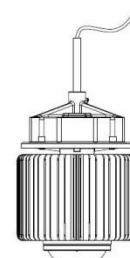

Fig 2
PENDANT MOUNT (Fig 2)
5. Installer une prise adaptée sur l'extrémité du cordon d'alimentation et le brancher dans la prise la plus proche, ou fil directement dans la boîte de jonction en utilisant l'allegement de la souche appropriée. (Voir schéma de raccordement). **PENDENT MOUNT (Fig 2)**